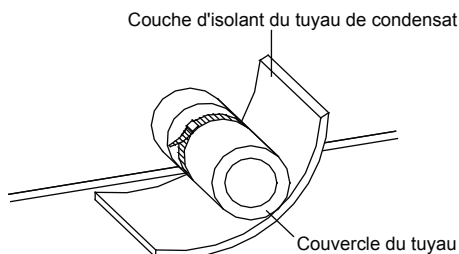

Figure 36 – Isolation thermique du tuyau d'évacuation de condensat
1. Le tuyau d'évacuation de condensats doit présenter une inclinaison comprise entre 5 et 10 po, afin de faciliter l'écoulement du condensat. Pour éviter la condensation, vous devez isoler les joints du tuyau d'évacuation de condensats au moyen d'un matériau isolant (consultez la figure 36).